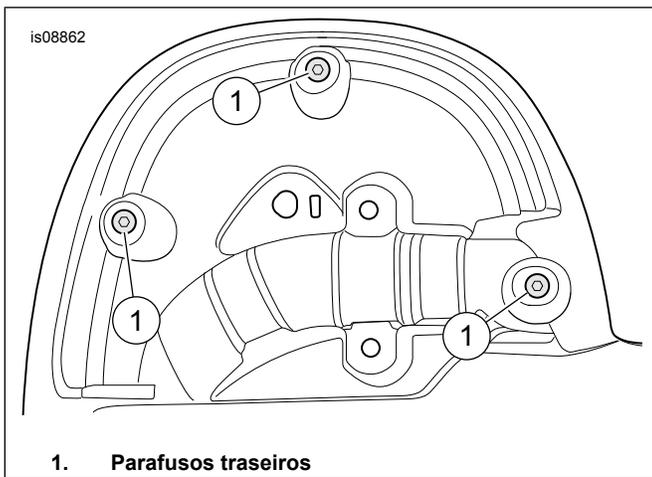

Figura 8. Parafusos traseiros
9. Consulte Figura 8. Pela parte traseira, instale os três parafusos autoatarraxantes da caixa (1). Aperte os parafusos com um torque de 1,3–2 N·m (12–18 in·lbs).